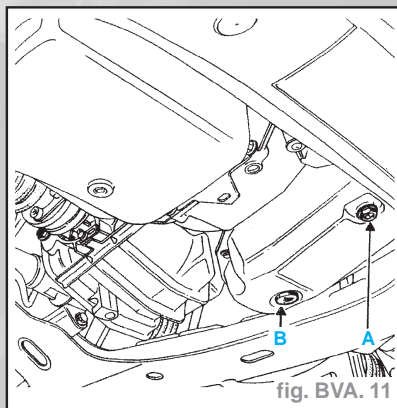

fig. BVA. 11
- Le carter de mécanisme à deux bouchons (fig. BVA. 11).